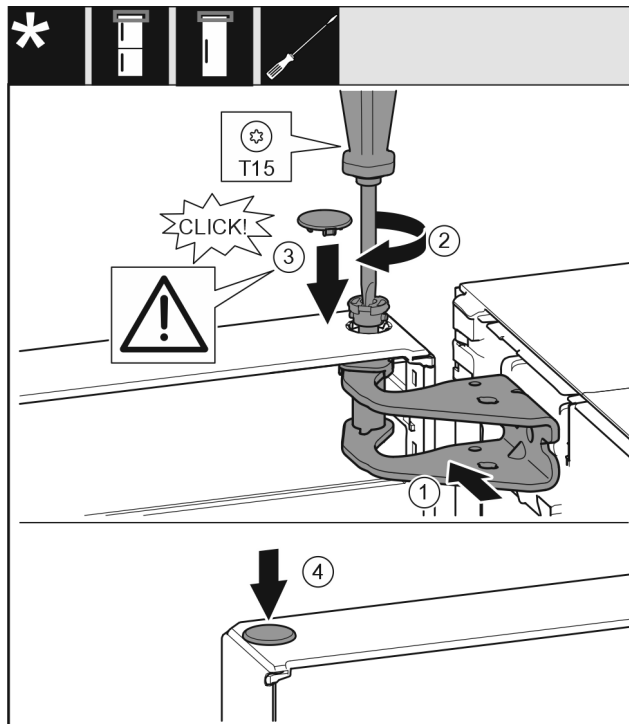

Fig. 20
- ▶ Dveře nahoře vyrovnejte s otvorem ve stojanu ložiska Fig. 20 (1).
- ▶ Vložte čep Fig. 20 (2) a pevně jej utáhněte šroubovákem.
- ▶ Nasadte kryt Fig. 20 (3).
- ▶ Zkontrolujte, zda kryt Fig. 20 (3) doléhá na dveře.
- ▶ Nasadte kryt Fig. 20 (4).